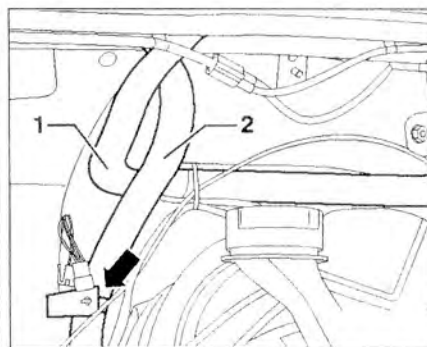

Рис. 3.8. Отсоедините патрубок 1 от радиатора системы охлаждения. Отсоедините патрубок 2 и снимите его с кронштейна (стрелка).
25. Отсоедините патрубок 1 от радиатора системы охлаждения. Отсоедините патрубок 2 и снимите его с кронштейна (стрелка) (рис. 3.8).